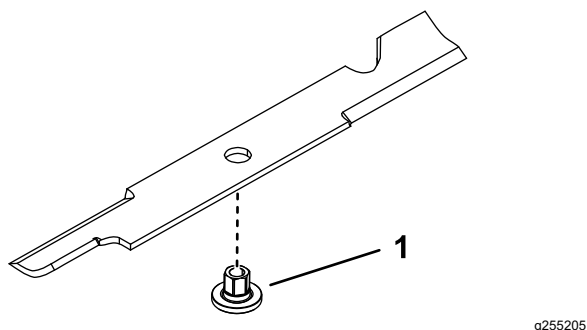

Figura 108
1. Montate la boccola attraverso la lama con la flangia della boccola sul lato inferiore (erba) della lama (Figura 108).